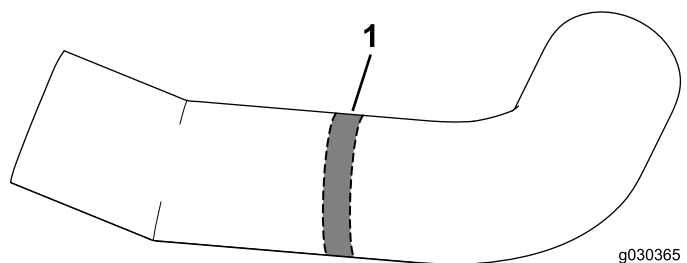

図 30
3. 図 30に示すように、ホースを長さ13mm ほど切り取る。